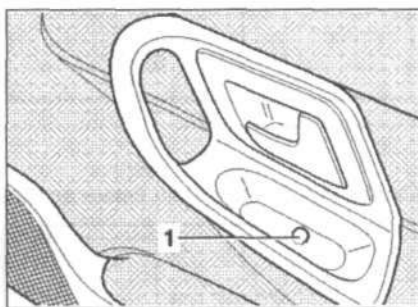

Рис. 13.31. Извлеките пробку 1 и выкрутите винт под ней.
3. Извлеките пробку 1 и выкрутите винт под ней (только на старых версиях) (рис. 13.31).